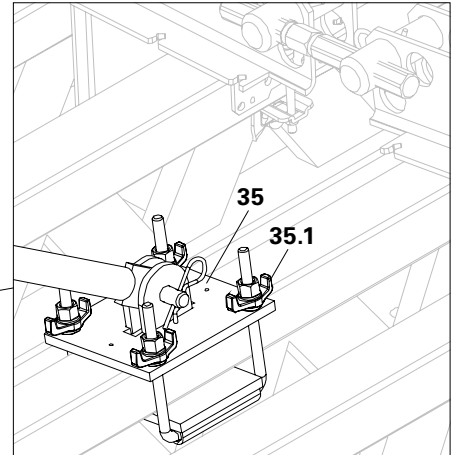

Fig. A8.01a
3. Tighten wingnuts. (Fig. A8.01a)